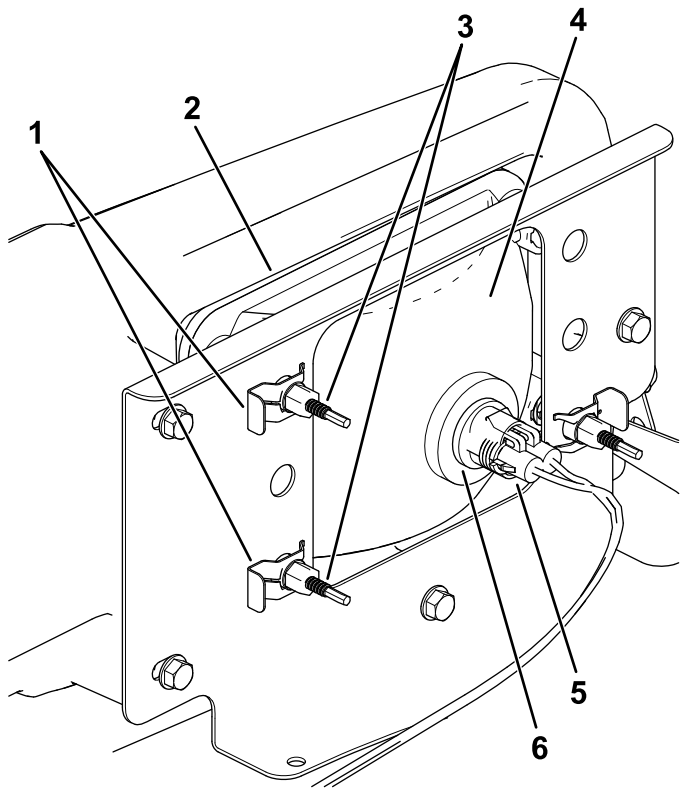

Figura 54
3. Desconecte el conector eléctrico del arnés de cables del conector del conjunto de la lámpara (Figura 54).
4. Retire los conectores rápidos que sujetan el faro al soporte del faro (Figura 54).
5. Retire el faro desplazándolo hacia adelante y pasándolo por el hueco del parachoques delantero (Figura 54).
6. Introduzca el faro nuevo a través del hueco del parachoques (Figura 54).
7. Sujete el conjunto del faro con los conectores rápidos que se retiraron en el paso (4).
8. Conecte el conector eléctrico del arnés de cables al conector del conjunto de la lámpara (Figura 54).
5. En la parte trasera del faro, gire los tornillos de ajuste (Figura 54) para pivotar el conjunto y ajustar de la posición del haz de luz.